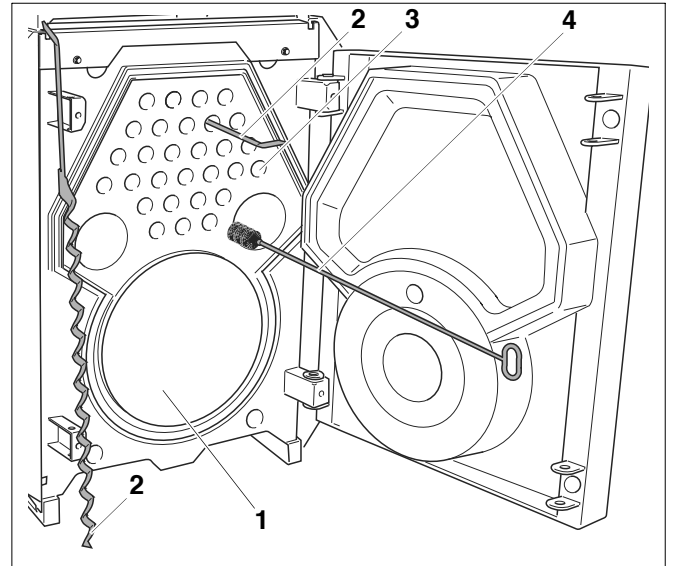
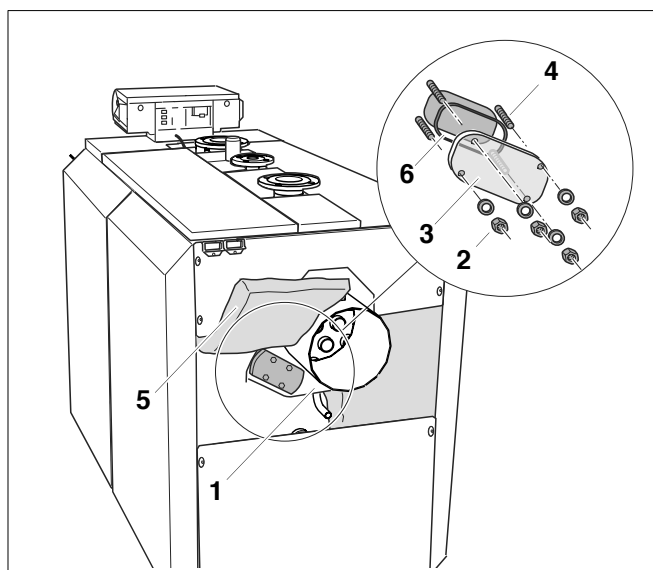

Fig. 46 Curățarea suprafețelor de încălzire
Fig. 48: Scoaterea capucului pentru curățare (este redată poziția capucului de curățare pentru modelele de cazan SE635 230 – 280 kW și SK635 265 – 325 kW)
- Scoateți turbulatorii (fig. 46, **poz. 2**) din țevile de transfer de căldură (fig. 46, **poz. 3**).
- Curățați turbulatorii (fig. 46, **poz. 2**).
Dacă nu introduceți complet capătul periei de curățat (fig. 46, **poz. 4**) în țeava de transfer de căldură, peria se va scoate dificil.
- Curățați cu peria de curățare (fig. 46, **poz. 4**) suprafețele de încălzire ale camerei de ardere (fig. 46, **poz. 1**) și ale țevii de transfer de căldură (fig. 46, **poz. 3**).
- Rabatați în sus izolația termică a colectorului de gaze, astfel încât să aveți acces la capacul de curățare (fig. 48, **poz. 5**).
- Scoateți piulițele și șaibe capucului de curățare (fig. 48, **poz. 2**).
- Scoateți capacul de curățare al colectorului de gaze arse (fig. 48, **poz. 3**).
- Îndepărtați reziduurile care se desprind din camera de ardere (fig. 46, pag. 51) din tirajul pentru gaze, precum și din colectorul de gaze arse (fig. 48, **poz. 1**).